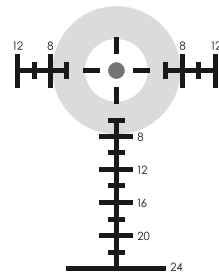

Fig. 4-2: Cible 3 armes
Le FORCE-MOA est un réticule multifonction en verre gravé, conçu pour permettre aux tireurs de passer d'une cible à l'autre d'un même mouvement, afin d'exceller dans les engagements de proche à moyenne distance. Lorsque la lunette de visée est réglée sur son grossissement le plus faible ($1\times$), le point central éclairé du réticule sert de repère rapide pour centrer le tir sur la cible avec les deux yeux ouverts, comme avec un viseur à point rouge. À un grossissement de $6\times$, les marques inférieures du réticule fournissent des points verticaux pour des distances connues plus longues, telles qu'elles sont déterminées par les calculs de votre application ou tableau balistique. (Fig. 4-2, 4-3, 4-4)
* Sur la lunette de visée BLACK FORCE100, le réticule FORCE-MOA est placé sur le second plan focal de la lunette. Par conséquent, toutes les compensations verticales, estimations de distance et autres mesures utilisant les largeurs de couverture indiquées pour le réticule doivent s'effectuer à un grossissement de $6\times$. (Fig. 4-2, 4-3, 4-4)